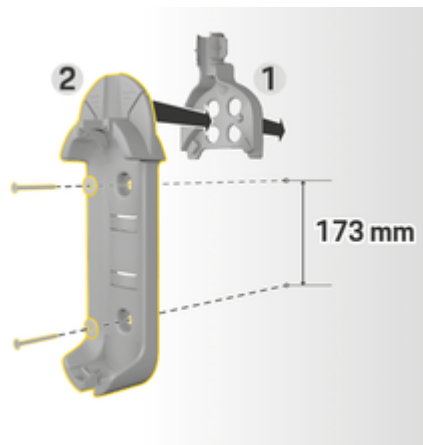

Fig. 50 Dimensiones de perforación
3. Presiona el soporte de pared básico 2 (Fig. 50) en la guía del cable 1 (Fig. 50) desde el frente.